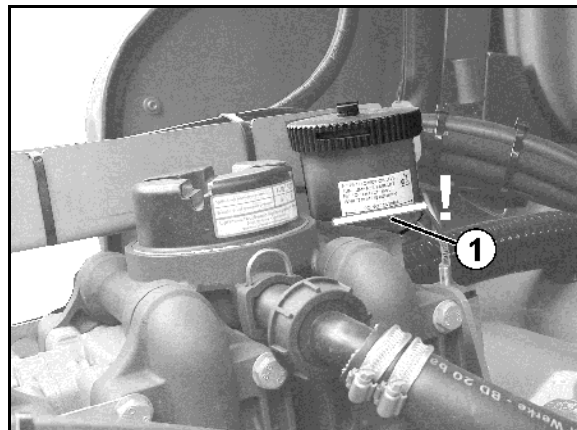

Bild 150
1. Skruva loss magnethättan (Bild 150/1).
2. Ta av magnetspolen (Bild 150/2).
3. Dra ut ventilspindeln (Bild 150/3) med ventilsäten och rengör med tryckluft eller hydraulolja.